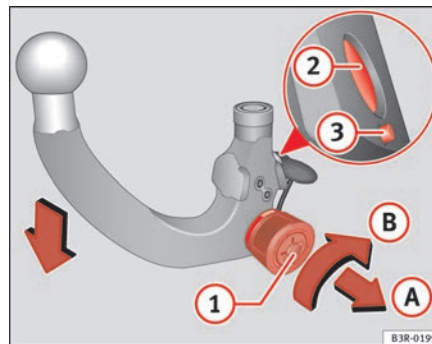

Fig. 152 Dispositivo desmontable para remolque: Pretensar la rótula
- Introduzca la llave ① ⇒ **página 200, fig. 152** en la cerradura de la rueda moleteada y gírela en dirección a la marca roja.
- Tire de la rueda moleteada en la dirección que indica la flecha **A** y gírela a continuación sin dejar de tirar de ella en la dirección de la flecha **B** hasta que el perno de bloqueo ② encastre y pueda verse que la palanca de desenclavamiento ③ sale ⇒ **!**.